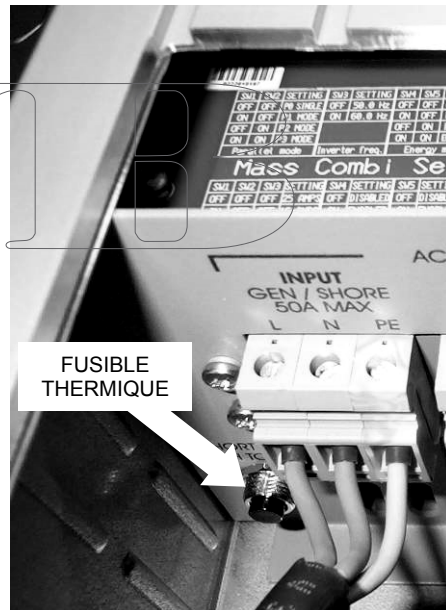

Figure 16 : Réinitialisation du fusible thermique
- 5 Attendre au moins deux minutes, puis remettre le fusible thermique en poussant le bouton à l'intérieur du compartiment branchements (voir Figure 16).